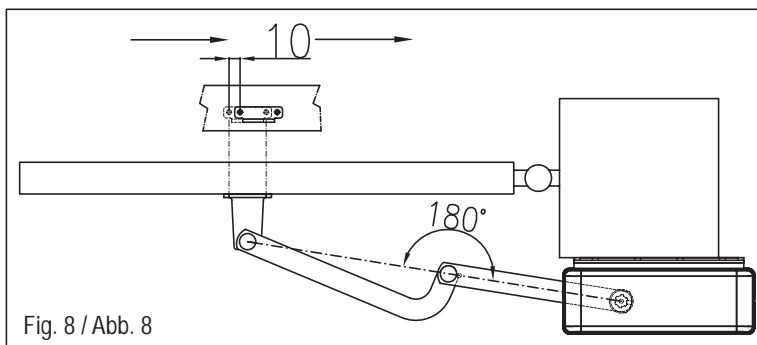

Fig. 8 / Abb. 8
01. Verwijder de afdekdop van de ontgrendeling (A)
02. Draai de schroeven (B) los en verwijder de afdekking (C)
03. Draai de schroeven en de moeren (D) los en verwijder de reductiemotor van de verankeringsplaat (E).
04. Bevestig de verankeringsplaat (E) in de gekozen positie, met 4 expansiepluggen of, wanneer dit mogelijk is, door hem vast te lassen aan de dragende zuil.
05. Plaats de reductiemotor terug en haal de schroeven en de moeren (D) aan.
06. Monteer de geassembleerde gelede arm (F) op de reductiemotor en zet hem vast met de schroef (G) en de stift (H).
07. Ontgrendel de reductiemotor met de hiervoor bestemde sleutel (I) en plaats de volledig geopende arm op de vleugel van de gesloten poort (Afb. 8).
08. Bepaal vervolgens de positie van de voorbeugel en verplaats hem 10 mm in de richting van de reductiemotor, zoals aangegeven op Afb. 8.
10. Stel de eindschakelaarnoppen (L) correct af.
11. Plaats de afdekking (C) en draai de schroeven (B) vast.
12. Vergrendel de reductiemotor weer en plaats de afdekdop van de ontgrendeling (A) terug.